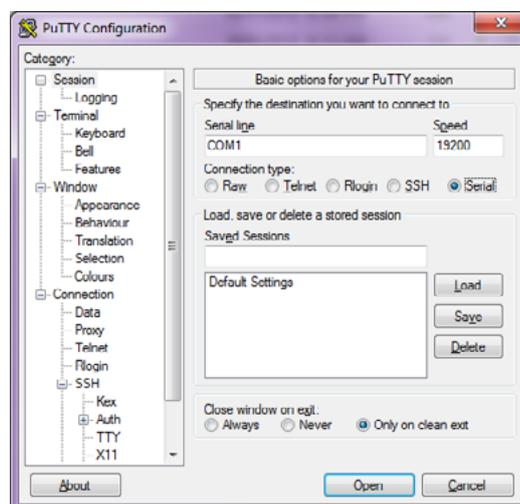

Abb. 6- 2 PuTTY-Konfigurationsdialog
- Klicken Sie auf die Option "Connection" und dann auf "Serial" (links), und fügen Sie die korrekten Zahlen ein, wie unten und in Abb. 6- 2 gezeigt. Klicken Sie auf OK, um das Fenster "ConAbb." zu schließen, und auf OK, um das Fenster "Properties" zu schließen.